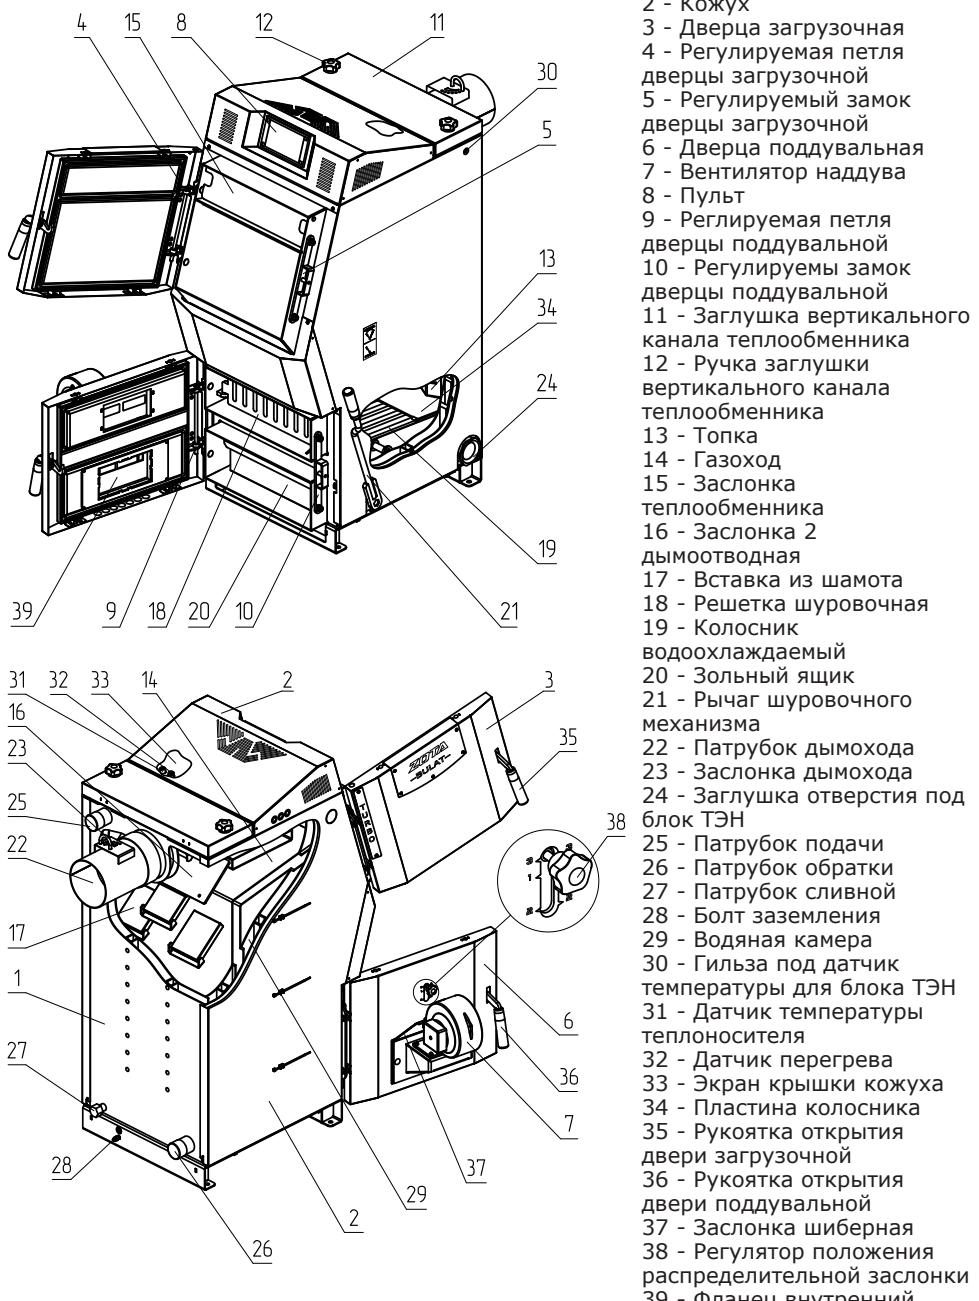

Рис.1 Конструкция отопительного котла
4.5.10. Эксплуатация котла без зольного ящика (Рис.1 поз.20).
5.1. Котел (Рис.1) состоит из корпуса (поз. 1), топки (поз.13), патрубка дымохода (поз.22). В нижней части топки находятся водоохлаждаемые колосники (поз. 19) и зольный ящик (поз.20).
Внимание! Не допускается эксплуатация котла без установленного зольного ящика (Рис.1 поз.20). Эксплуатация котла без установленного зольного ящика приводит к прогоранию и деформации водонеохлаждаемых поверхностей котла. В случае нарушений условий эксплуатации котла рекламации не принимаются.
Внимание! Не допускается эксплуатация котла без установленной шуровочной решетки (Рис.1 поз.18). Отсутствие шуровочной решетки может привести к повреждению лакокрасочного покрытия и прогару поддувальной двери. В случае нарушений условий эксплуатации котла рекламации не принимаются.
5.3. В корпус котла вмонтировано рычажное шуровочное устройство с приводом от рычага (Рис.1 поз.21), предназначенное для удаления золы с колосниковой решетки.
Внимание! Не допускается эксплуатация котла без установленной заслонки (Рис.1 поз.15). Эксплуатация котла без установленной заслонки приводит к прогоранию и деформации водонеохлаждаемых поверхностей котла. Котел не выходит на номинальную мощность. В случае нарушений условий эксплуатации котла рекламации не принимаются.
- Откройте заглушки вертикального канала теплообменника (Рис.1 поз.11) и уберите заслонку 2 дымоотводную (Рис.1 поз.16);
- После установки шамотных кирпичей установите заслонку 2 дымоотводную (Рис.1 поз.16) и заглушки вертикального теплообменника (Рис.1 поз.11).